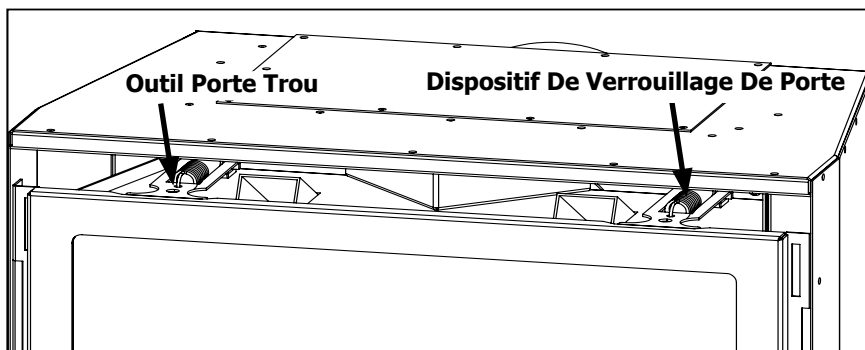
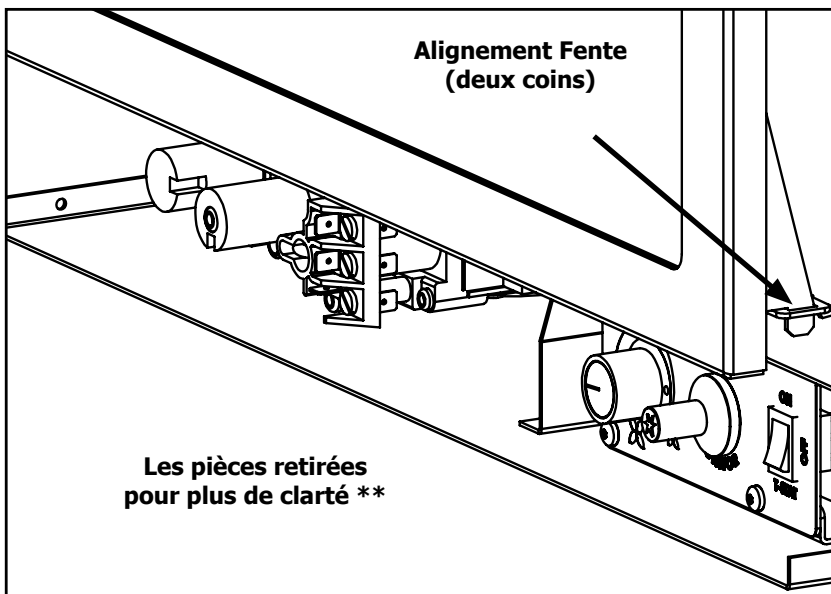

Figure 8. Haut verrous pour portes en verre
Figure 9. Slots d'alignement bas pour la porte en verre.
Pour installer l'ensemble du journal, et pour le nettoyage régulier, la porte vitrée doit être retirée. Il ya deux (2) porte mécanismes de verrouillage sur le dessus de la porte en verre comme le montre la figure 8. Chaque verrouillage a un trou à l'avant d'utiliser l'outil de la porte, fourni avec l'appareil, pour tirer les mécanismes en ligne droite et vers le haut. Lorsque les meilleurs verrous sont décrochés, penchez la porte avant, puis soulevez-le hors des fentes d'alignement dans les coins inférieurs de la chambre de combustion, de la figure 9.